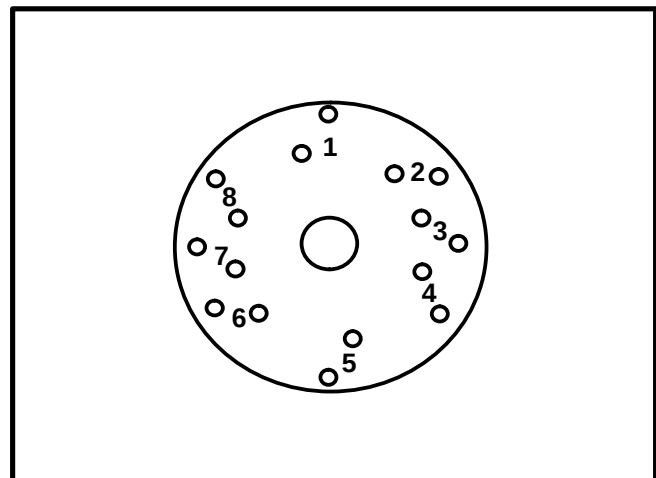

Figura 14
- Lea a través de la tabla para determinar el número de grapas requeridas y sus posiciones en la rueda de grapas. Vea la Figura 14.